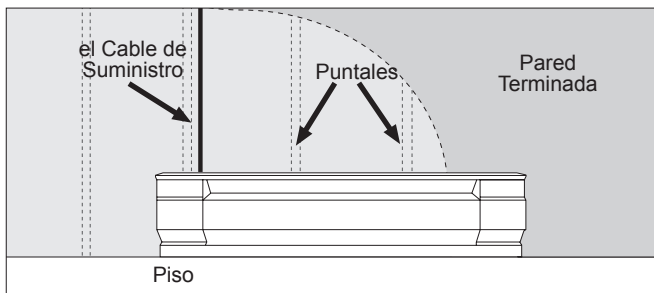

Figura 1
1. Ubique los puntales de la pared que estén más cerca de los cables de suministro y luego coloque el calentador (Consulte la Figura 1). **NOTA:** La conexión de los cables se puede hacer ya sea por el lado derecho o izquierdo del calentador de zócalo.